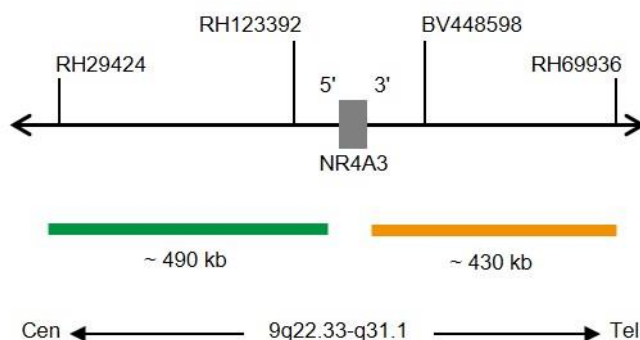

Fig. 1: SPEC NR4A3 Mapa de la sonda (no está a escala)
- Polinucleótidos marcados en verde (excitación a 503 nm/emisión a 528 nm) ZyGreen (~10 ng/μl), dirigidos a secuencias localizadas en 9q22.33* (chr9:102,070,916-102,561,593) proximales a la región del punto de ruptura de NR4A3 (ver Fig. 1).
- Polinucleótidos marcados en naranja (excitación a 547 nm/emisión a 572 nm) ZyOrange (~4,5 ng/μl), dirigidos a secuencias localizadas en 9q31.1* (chr9:102,636,487-103,065,504) distales a la región del punto de ruptura de NR4A3 (ver Fig. 1).